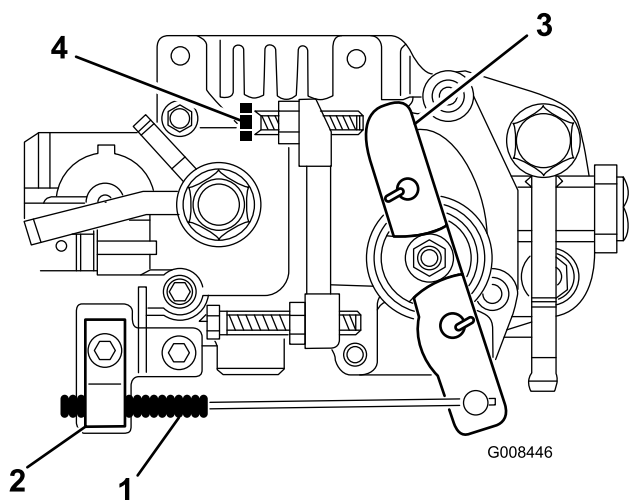

Figure 45
2. Desserrez la vis du collier qui raccorde le câble au moteur (Figure 45).
3. Bougez le câble jusqu'à ce que le levier de commande de régime touche la vis de réglage de ralenti (Figure 45).
2. Desserrez le contre-écrou de la vis de réglage de ralenti (Figure 45).